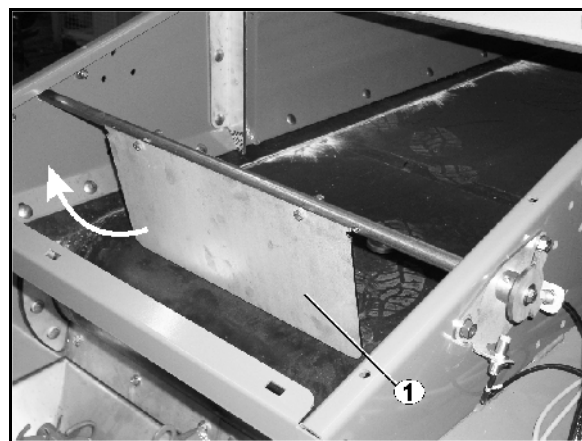

Fig. 82
3. Comprobar la suavidad de movimiento de la chapaleta reguladora (Fig. 82/1) y, en caso necesario, reajustar los anillos.